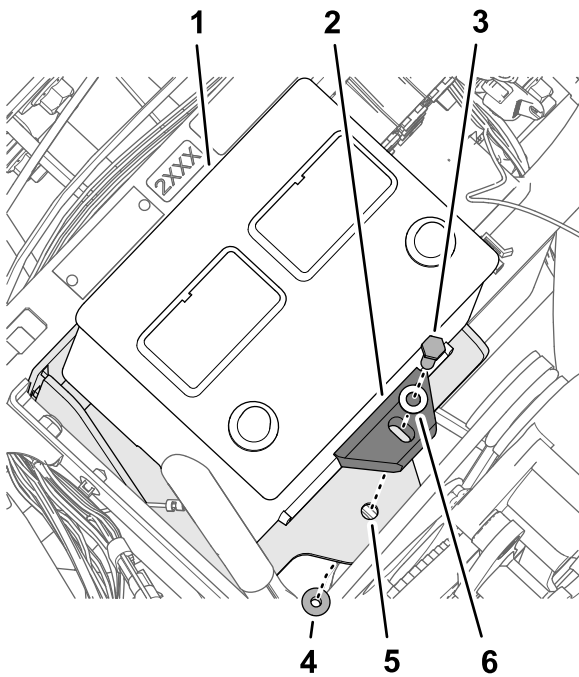

Figura 174
5. Monte la batería en el soporte de la batería con el perno (5/16" x 1 3/4"), la arandela (5/16"), la pletina de sujeción y la contratuerca con arandela prensada (5/16"), según se muestra en Figura 174.